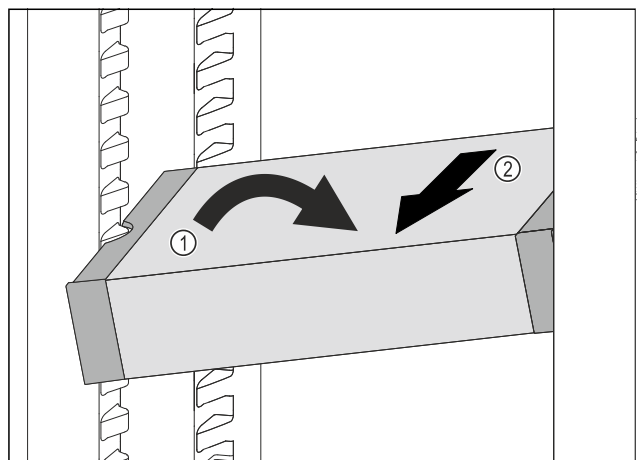

Fig. 90
- ▶ Наклонете VarioSafe в хладилната част. Fig. 90 (1)
- ▶ Извадете VarioSafe напред. Fig. 90 (2)